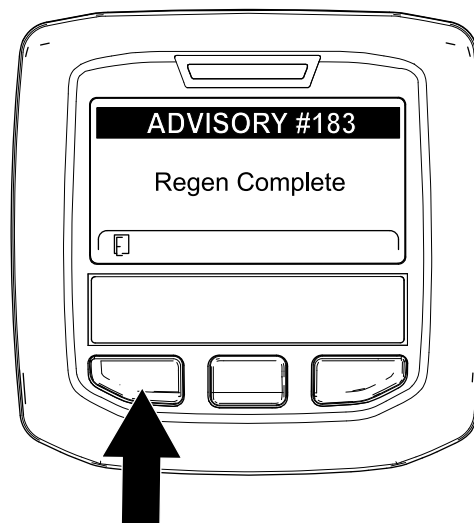

Figure 68
- Quand le calculateur moteur achève une régénération en stationnement ou d'urgence, l'InfoCenter affiche ADVISORY #183 (avis n° 183) (Figure 68). Appuyez sur le bouton gauche pour quitter l'écran d'accueil.
Remarque: Si la régénération échoue, l'InfoCenter affiche Advisory #184 (avis n° 184) (Figure 68). Appuyez sur le bouton gauche pour quitter l'écran d'accueil.